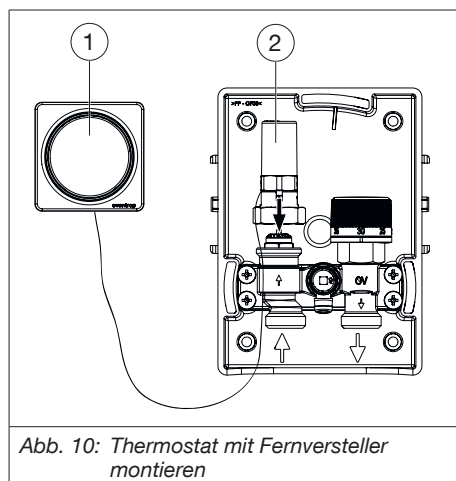

Abb. 10: Thermostat mit Fernversteller montieren
3. Schrauben Sie den Stellkolben (siehe Abb. 10 auf Seite 13 (2)) auf das Ventil. Führen Sie das Kapillarrohr nach unten.
| Abb. 10: Thermostat mit Fernversteller montieren .....                           | 14 |